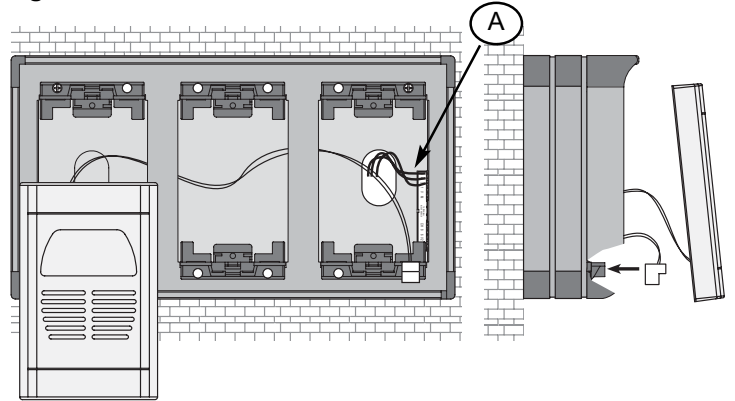

Fig 11
- Fissare alla parete la scatola da esterno (fig. 11).